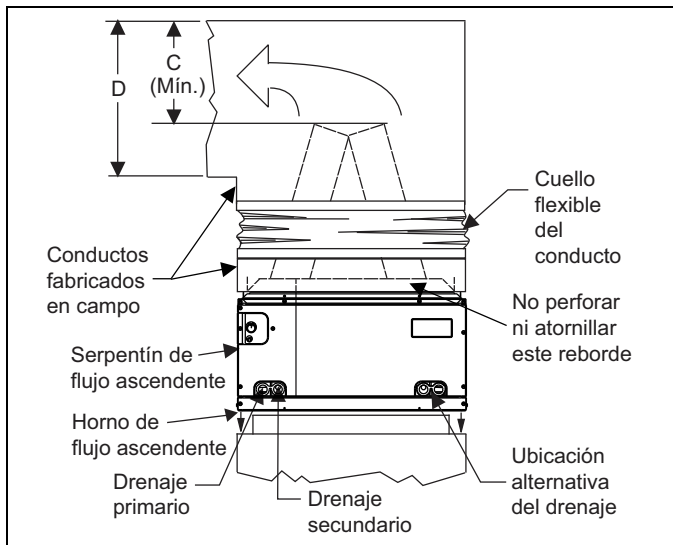

FIGURA 6: Instalación del serpentín de flujo ascendente serie PC
1. Coloque la carcasa del serpentín sobre la abertura del horno como se muestra en la Figura 6.
No realice perforaciones ni coloque tornillos en el reborde del conducto delantero del serpentín para evitar ocasionar daños en la tubería del serpentín. Consulte Figura 6
NOTA: La dimensión "C" debe ser por lo menos 2/3 de la dimensión "D". Consulte Figura 6
Estos serpentines se entregan listos para ser instalados en posición derecha o izquierda. Cuando se utilizan junto con una aplicación de horno horizontal (aire soplado), el serpentín debe orientarse con la abertura del serpentín "A" más cercana al horno. Consulte Figura 6.
NOTA: Cada serpentín se envía con una placa de sujeción externa que debe utilizarse para fijar el serpentín al horno. Debe instalarse en la parte trasera del serpentín utilizando los orificios superficiales guía. Consulte Figura 6.